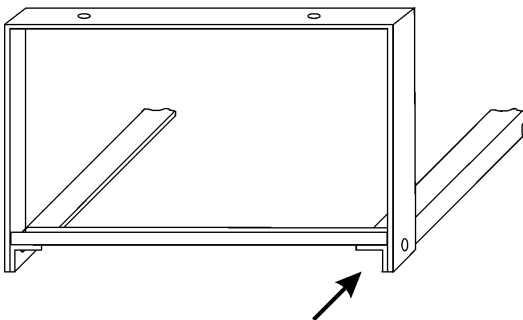

Bild 22: Befestigung eines Wandhalters an der Konsole bei Montageart B), Ansicht von oben
- Dabei die Bügel entgegengesetzt zu Montageart A) anbringen (**Bild 22**).